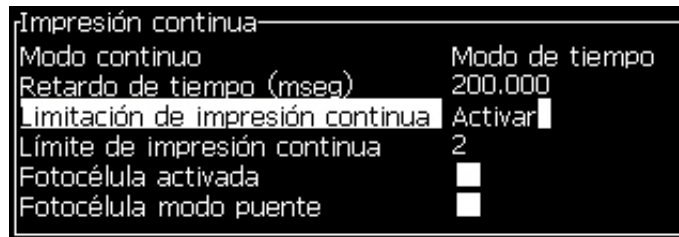

Figura 4-26: Cuadro de diálogo Impresión continua
- 1 Seleccione *Impresión continua* desde el menú *Imprimir*. Aparecerá el cuadro de diálogo *Impresión continua* (Figura 4-26).